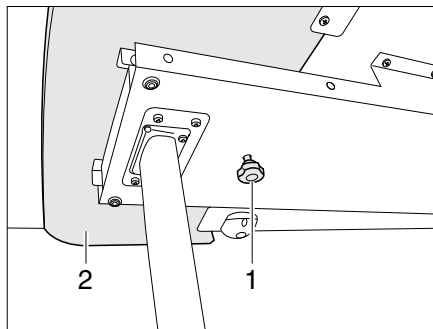
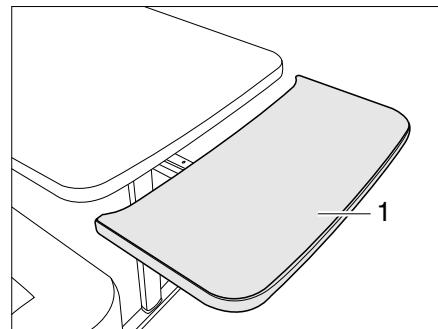

Fig. 99 Verrouillage de la rallonge de table
Fig. 100 Rallonge de table
- Desserrer la vis moletée (Fig. 99,1).
- Faire entièrement sortir la rallonge de table (Fig. 99,2) (Fig. 100).
- Faire opérer un arc de cercle vers le haut à la rallonge du plateau de table (Fig. 100,1). La rallonge du plateau de table affleure au plateau de table.
- Tirer à fond la rallonge du plateau de table (Fig. 100,1) dans le sens opposé au plateau et la pousser vers le bas en forçant la résistance des ressorts de retenue. La rallonge du plateau de table descend en opérant un arc de cercle (Fig. 100).
- Serrer la vis moletée (Fig. 99,1).